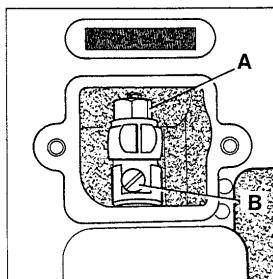

Fig.12
To change the stitch length, remove the cover plate located below the serial number of the machine. Loosen lock nut (A, Fig. 12) and turn stitch length adjusting screw (B) clockwise to shorten stitch or counterclockwise to lengthen it. After adjustment, retighten lock nut (A) and replace the cover plate.
Lösen Sie die Mutter (A, Fig. 12) und drehen die Stichlängenstellschraube (B) im Uhrzeigersinn, um den Stich zu verkürzen oder im Gegenuhzeigersinn, um ihn zu verlängern. Ziehen Sie die Mutter (A) nach dieser Einstellung wieder an und schrauben den Deckel wieder auf.